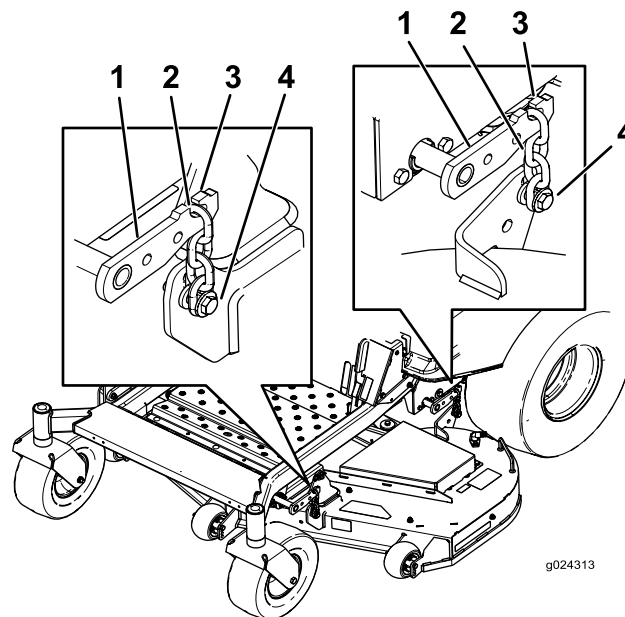

Figure 62
5. Desserrez les boulons de réglage aux quatre coins de sorte que le tablier repose bien sur les quatre cales (Figure 62).
6. Vérifiez que les quatre chaînes sont tendues (Figure 62).
- Resserrez les quatre boulons de réglage (Figure 62).